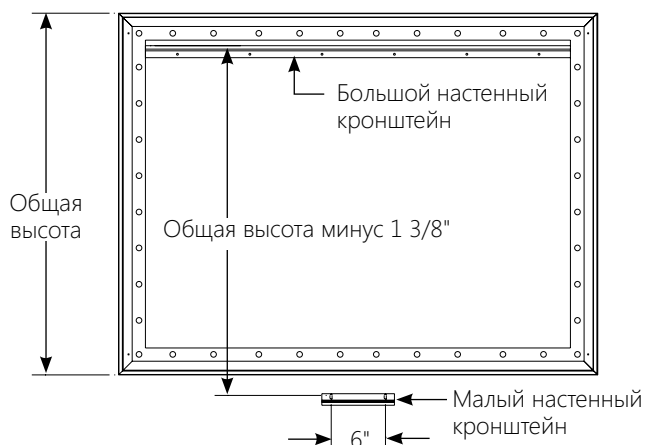

Рисунок 3
2. Для установки нижнего настенного кронштейна необходимо измерить общую высоту рамы экрана и вычесть из полученного значения 1 3/8". Используя полученный размер, отмерьте это расстояние от верхней кромки настенного кронштейна и отметьте на стене расположение двух отверстий под винты. Отверстия должны быть отцентрированы по раме и находиться на расстоянии 6" друг от друга. См. рис. 3.